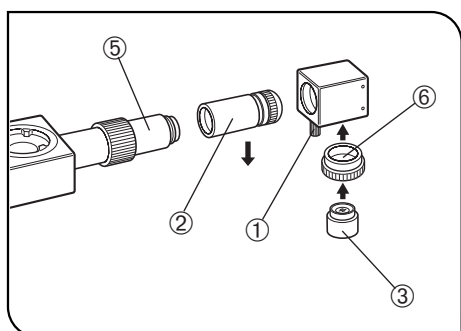

Abb. 7
2. Wenn die U-DA über einen anderen Zwischentubus montiert wird (Abb. 7)